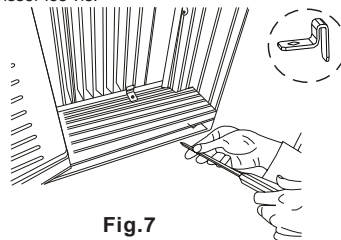

Fig.7
A. Placez le verrou du cadre entre les rallonges du cadre et le seuil de la fenêtre, comme démontré (fig.7). Vissez les vis de verrouillage de 3/4 ou 1/2 po (19 ou 12,7 mm) dans le verrou du cadre et dans le seuil.